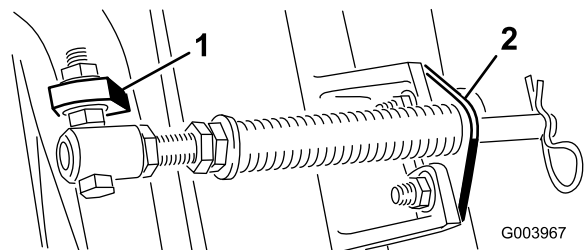

Bild 6
- C. Montieren Sie die Schraube des Federrohrs an der anderen Lasche am Trägerrahmen und befestigen Sie sie mit der Bundmutter. Der Schraubenkopf zeigt zur Außenseite der Lasche, siehe Bild 6.
- D. Montieren Sie die Stangenhalterung mit den Schlossschrauben und Muttern an den Schneideeinheiten (Bild 6).